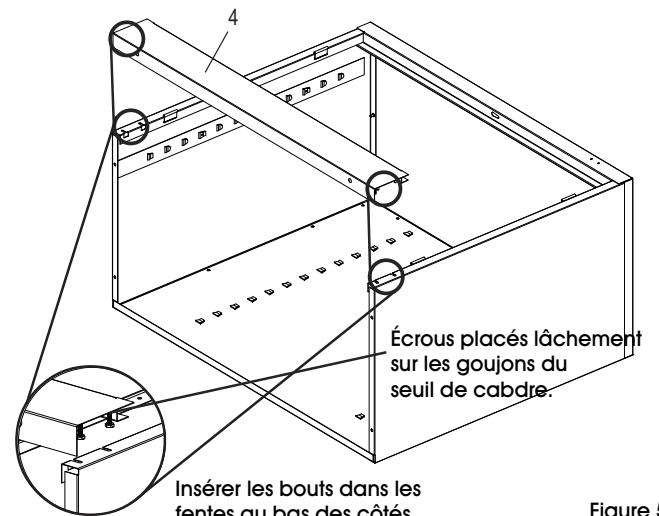

Figure 5
- Fixez le seuil de cadre (4) aux côtés. Placez les écrous lâchement sur chacun des goujons et glissez les extrémités du seuil de cadre dans les fentes sur les deux côtés de l'unité. Ensuite, serrez fermement à l'aide d'écrous. (Voir Figure 5)